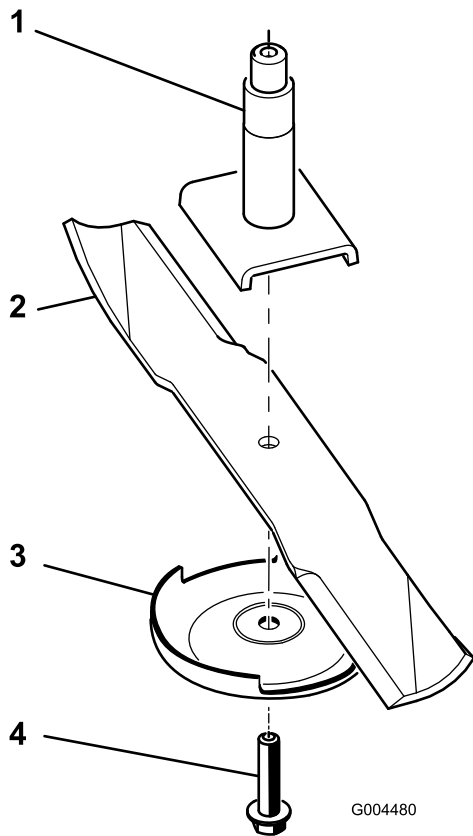

Bild 74
2. Drehen Sie die Messerschraube im Uhrzeigersinn, um diese zu entfernen (Bild 74).
3. Entfernen Sie die Antiskalpierplatte und das Messer von der Spindelwelle (Bild 74).